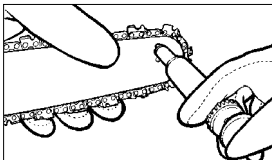

Abb. 23
3. Stecken Sie die Nadelspitze der Ölspritze (Option) in das Ölungsloch und spritzen Sie das Öl hinein, bis es an der Aussenseite der Zahnung hervortritt (Abb. 23).